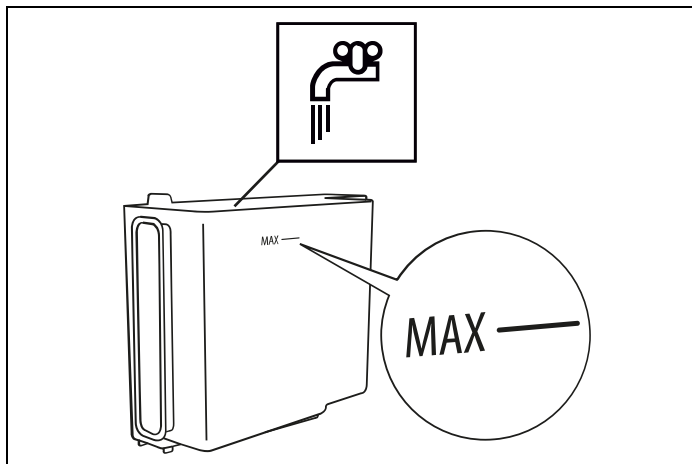

Fig. 57
- 1) **Skölj och fyll på vattentank** (Fig. 57 ). Apparaten är nu redo för en sköljcykel med färskt vatten. Töm behållaren som använts för att samla upp avkalkningslösningen och dra ut vattentanken. Töm, skölj under rinnande vatten, fyll på med färskt vatten upp till MAX-nivån och sätt tillbaka i apparaten.